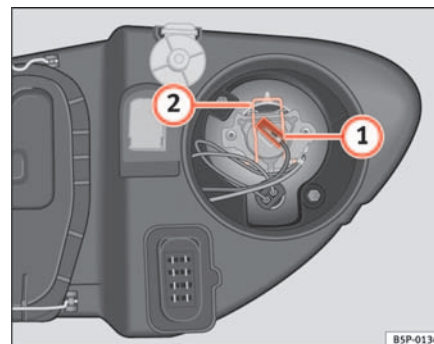

Abb. 185 Fernlicht
- Ziehen Sie den Stecker ⇒ Abb. 185 ① von der Lampe ab.
- Die Haltefeder ⇒ Abb. 185 ② durch Eindrücken und Rechtsdrehung abnehmen.